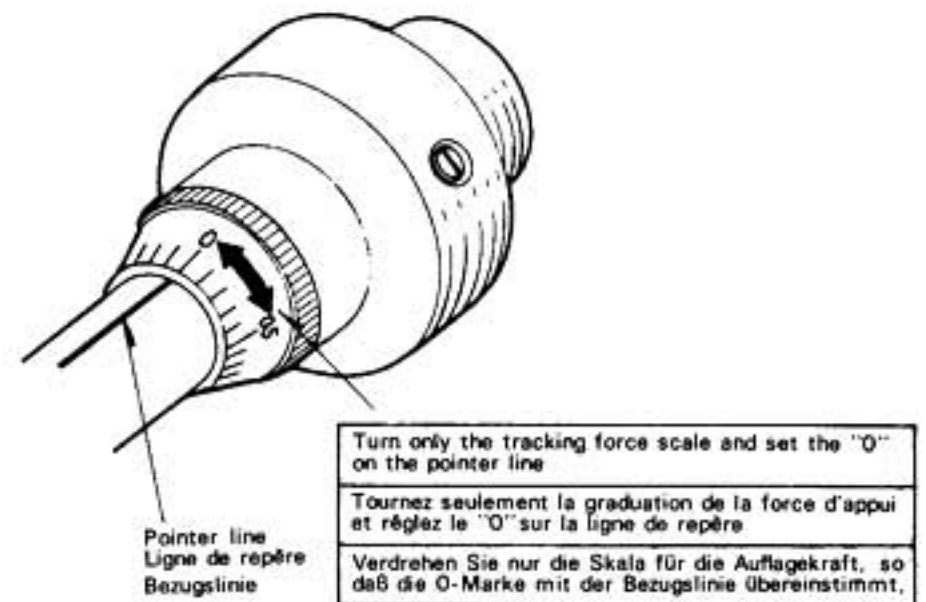

Fig. 17 Abb. 17
- ④ Holding the counterweight carefully so that it does not turn, turn the tracking force scale until the "0" setting is opposite the pointer line, as shown in Fig. 17. (Since the horizontal balance has been adjusted, this condition yields zero tracking force).
- ④ Tout en prenant soin de ne pas faire tourner le contrepoids, tournez seulement la graduation de la force d'appui et amenez l'indication "0" sur la ligne de repère, comme l'indique la Fig. 17. (Etant donné que l'équilibre horizontal a été ajusté, cet état permet d'avoir une force d'appui nulle).
- ④ Verdrehen Sie den Skalenring am Gegengewicht so, daß die 0-Marke mit der Bezugslinie, wie in Abb. 17 dargestellt, übereinstimmt. Bei diesem Vorgang darf das Gegengewicht selbst nicht mehr verdreht werden.